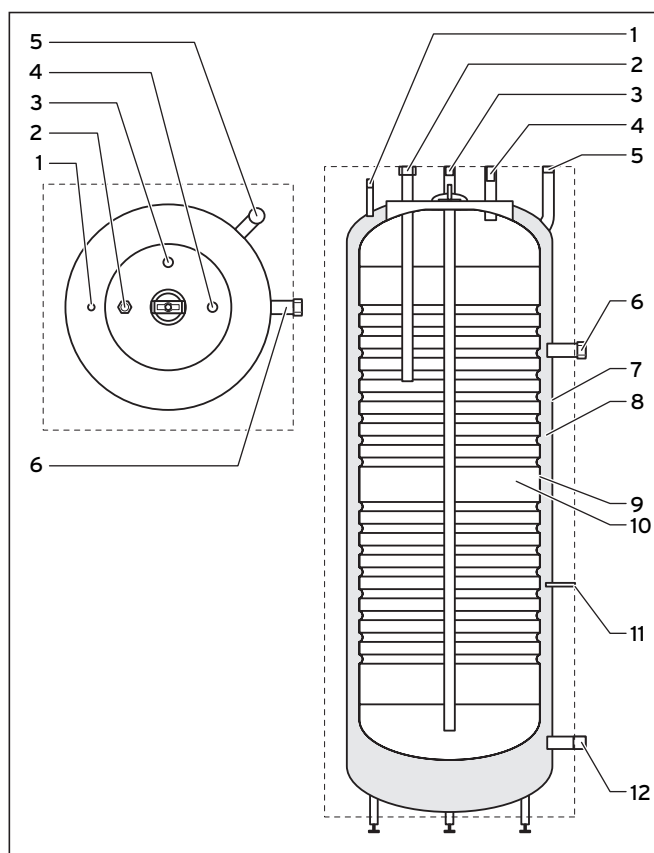

Fig. 2.1 Tilslutninger rørføring, set fra venstre
VDH 300/2 er en såkaldt dobbeltkabinetbeholder, dvs. en indvendig beholder (se fig. 2.1, pos. 9) er svejset ind i en ydre beholder (7). De to beholdere er adskilt af en ringspalte, som der kan strømme ca. 85 liter kedelvand igennem. Den indvendige beholder består af korrosionsbestandigt rustfrit stål og har en volumen på ca.